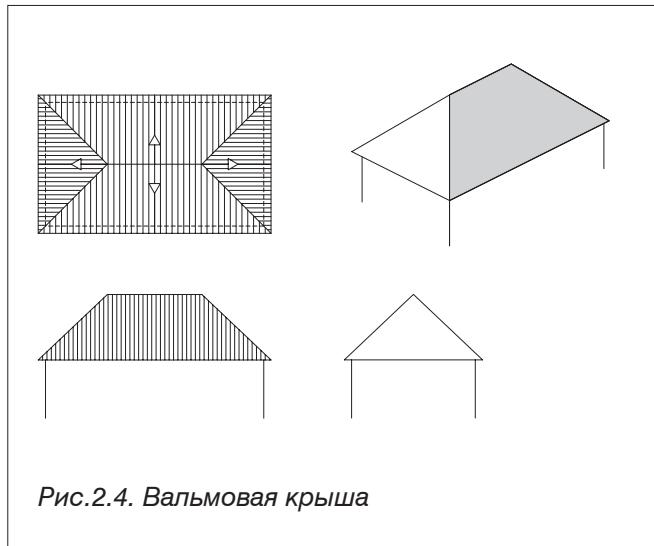

Рис.2.4. Вальмовая крыша
- **Вальмовая** (четырехскатная) крыша (рис.2.4.) образуется от соединения двух трапецидальных скатов и двух треугольных торцевых скатов, называемых вальмами.